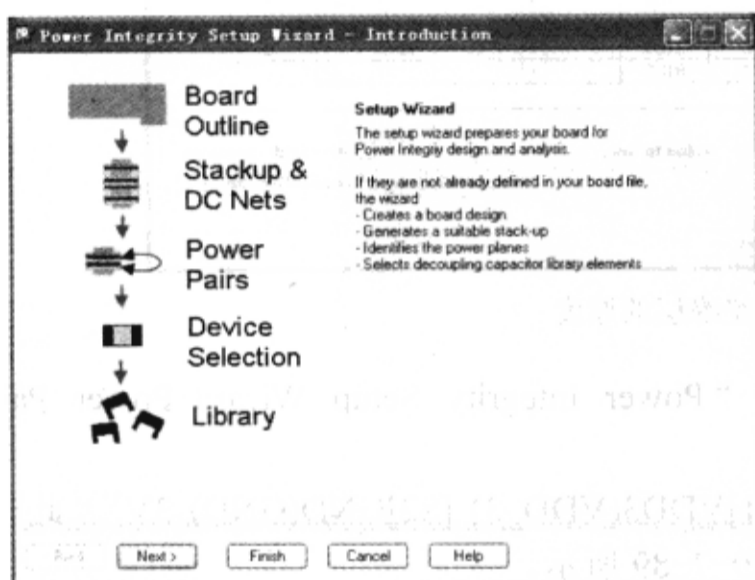

图 9-7-84 “Power Integrity Setup Wizard-Introduction”窗口
(1) 在“Power Integrity Design & Analysis”对话框中单击“Setup Wizard”按钮，弹出“Power Integrity Setup Wizard-Introduction”窗口，如图 9-7-84 所示。